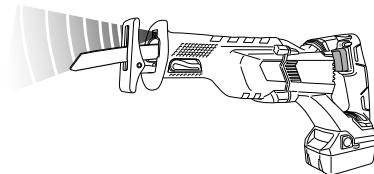

Рис. 15
**ПРЕДУПРЕЖДАЮЩИЕ СИГНАЛЫ СВЕТОДИОДНОЙ ЛАМПЫ (РИС. 15)**